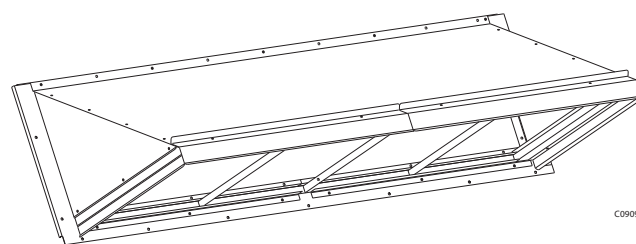

**Fig. 11 - Identificação das peças da proteção da tomada de ar externo**
Ver Fig. 11 para identificação das peças da proteção da tomada de ar externo.
3. Aplique a fita de vedação nos flanges de acoplamento nos painéis laterais do conjunto (ver Fig. 11);
5. Aplique a fita de vedação no flange do painel lateral que acopla ao painel superior (ver Fig. 11).